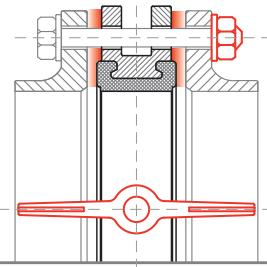

рис. 5
6. Отцентрируйте поворотный затвор и слегка закрутите болты (шпильки), но не затягивайте их. Откройте диск поворотного затвора до положения «полностью открыт» (рис. 5).